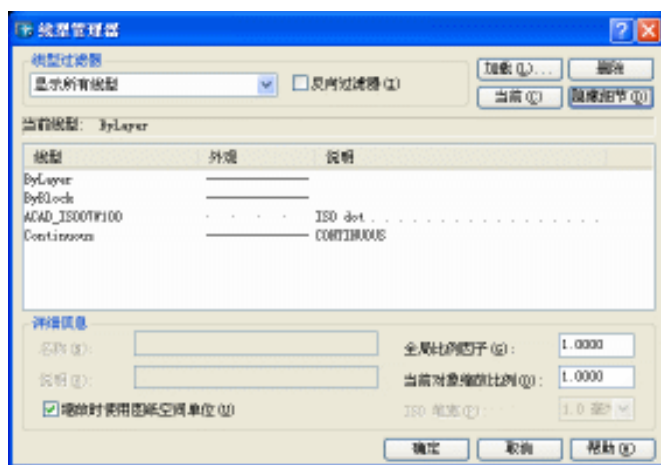

图 1-5-14
- **显示细节(D)/隐藏细节(H)**：控制是否显示“线型管理器”对话框的“详细信息”栏，该栏如图 1-5-14 所示。在该栏中，包含了线型的属性和设置。该栏中各选项含义如下：